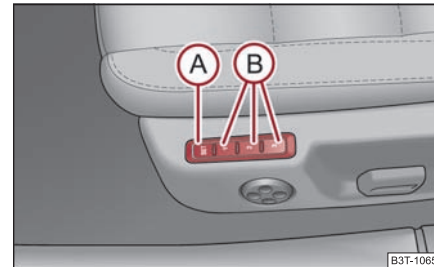

Abb. 80 Fahrersitz: Speichertasten und die SET-Taste
- Drücken Sie die Taste **SET**  ⇒ Abb. 80.
Memory für den Sitz bietet Ihnen die Möglichkeit, die individuelle Fahrersitz- und Außenspiegelposition zu speichern. Jeder der drei Speichertasten  ⇒ Seite 82, Abb. 80 kann eine individuelle Position zugeordnet werden, d. h. insgesamt drei. Nach dem Drücken der entsprechenden Speichertaste  werden der Sitz und die Außenspiegel automatisch in die Positionen gestellt, die dieser Taste zugeordneten worden sind ⇒ Seite 84.
- **Memory-Tippautomatik:** Drücken Sie kurz die gewünschte Speichertaste **(B)** ⇒ Seite 82, Abb. 80. Der Sitz und die Außenspiegel werden automatisch in die abgespeicherten Positionen gefahren (das gilt nur, wenn die Zündung eingeschaltet und die Geschwindigkeit kleiner als 5 km/h ist).